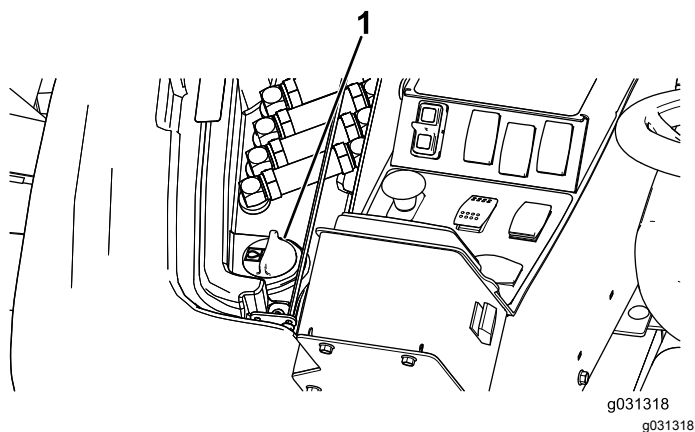

Figura 133
2. Alzate il coperchio di accesso per esporre il tappo del serbatoio idraulico, sul lato destro della macchina (Figura 133).
3. Pulite attorno al collo del bocchettone e del tappo del serbatoio idraulico (Figura 133).